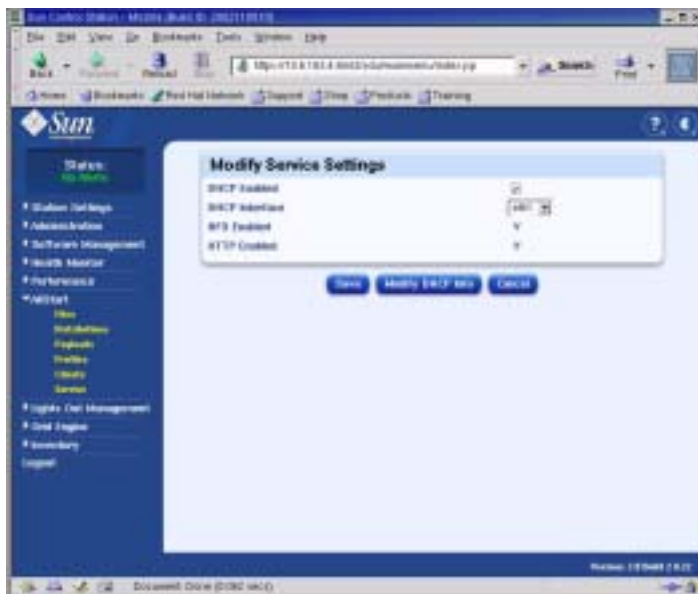

РИСУНОК 2-23 Окно изменения параметров служб (Modify Service Settings)
3. В окне изменения параметров служб выполните следующие обязательные настройки (см. пример на РИСУНОК 2-23):